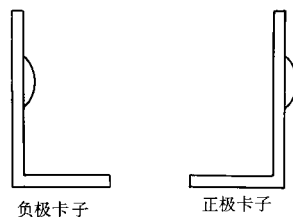

图 3-10
(10) 按图 3-8 所示, 沿虚线处将铜片折弯 90° 呈直角状, 制成电池卡子。两片折成图 3-10 之左图形状, 作为电池负极卡子; 另外两片折成图 3-10 之右图形状, 作为电池正极卡子。